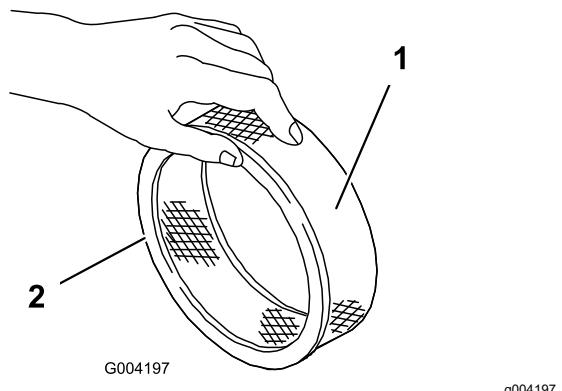

Bild 157
5. Untersuchen Sie den Papierfilter auf Risse, einen ölichen Film und Schäden an der Gummidichtung (Bild 157).